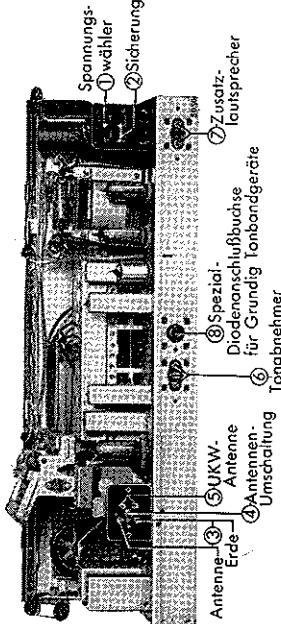

Abb. 2
Ihr GRUNDIG-Gerät 5050 W / 3 D ist ein Wechselstromgerät, umschaltbar für 110, 125, 160, 220 Volt. Im Werk wurde das Gerät für 220 Volt eingestellt. Sollten Sie eine andere Netzspannung haben, — Ihr Elektrizitätszähler zeigt es Ihnen am zuverlässigsten — so nehmen Sie bitte die Rückwand ab und setzen die Sicherung in den entsprechend bezeichneten Sicherungshalter ein (Abb. 2 ①). Bei 110 oder 125 Volt Betriebsspannung setzen Sie eine Sicherung von 1,2 A anstelle der vorhandenen 0,6 A und bei 160 Volt eine Sicherung von 0,8 A ein (Abb. 2 ②).
auf der Chassis-Rückseite (Abb. 2 ④) gestaltet Ihnen, zwischen zwei Betriebsmöglichkeiten zu wählen:
für Antenne, Erde und den UKW-Dipol befinden sich auf der Rückseite des Gerätes (Abb. 2 ③ ⑤).
kann an der Geräterückseite angeschlossen werden (Abb. 2 ⑦). Der Anschluß ist niederohmig.
schließen Sie den Tonabnehmer oder Ihr GRUNDIG-Tonbandgerät mit abgeschirmten Zuleitungen an die dafür vorgesehenen Buchsen an (Abb. 2 ⑥) und drücken die Taste „TA“. Sie können sowohl Kristall- als auch magnetisches Tonabnehmer verwenden. Starkes Nadelgeräusch wird gemildert, wenn Sie das Höhenregister nach links drehen.
also zum Festhalten Ihrer Lieblingssendungen mit einem GRUNDIG-Tonbandgerät für eine jederzeit wiederholbare spätere Wiedergabe, dient die Spezial-Diodenschlußbüchse (Abb. 2 ⑧). Durch die besondere Art dieses Aufnahmee-Anschlusses ist die Gewähr für vollkommen naturgetreue Aufnahmen gegeben, unabhängig von der jeweils eingestellten Lautstärke des Rundfunkempfängers.